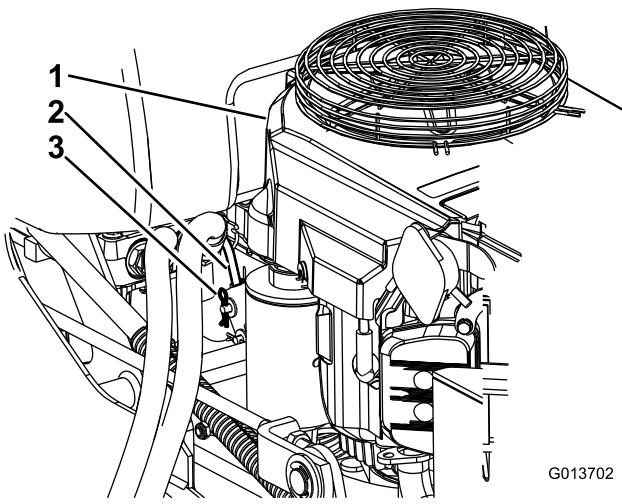

図 1
2. エンジンの後ろ側についている既存のコントロール・リンクージと前ブラケットから、ヘアピン・コッターを取り外す（図 1）。